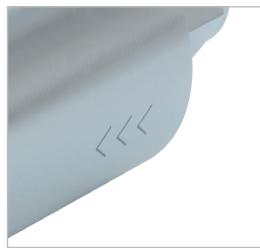

Figure 1
**Attention :** respectez le sens d'écoulement (gravé sur le boîtier du filtre) (*Figure 1*).